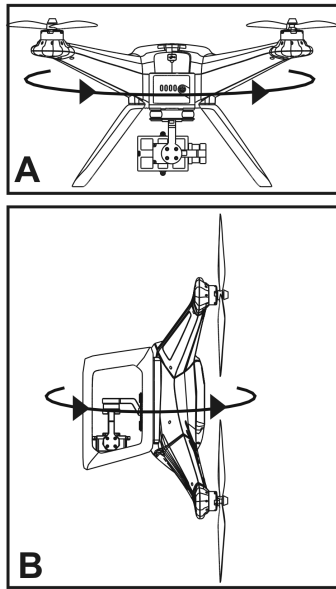

Figura 8
- Tenere il quadricottero in orizzontale (vedere figura 8, illustrazione A) e ruotarlo attorno all'asse verticale finché i LED di stato diventano di colore verde (almeno 360°).
- Successivamente, tenere il quadricottero con le eliche anteriori verso il basso e poi ruotarlo di 360° intorno all'asse longitudinale (vedere figura 8, immagine B) finché i LED di stato si spengono.